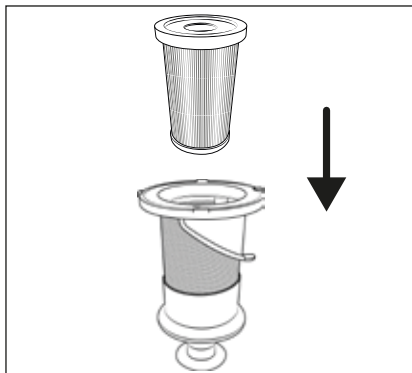

Fig. 22
① Indicație
- Nu rotiți filtrul din oțel inoxidabil ⑥ atunci când îl introduceți în recipientul de praf ⑦. Aveți grijă, de asemenea, la cele două marce cu puncte de pe filtrul din oțel inoxidabil ⑥ și recipientul de praf ⑦ pentru a introduce corect filtrul din oțel inoxidabil ⑥.
- 7) Introduceți filtrul HEPA ⑤ în filtrul din oțel inoxidabil ⑥ (a se vedea fig. 22).